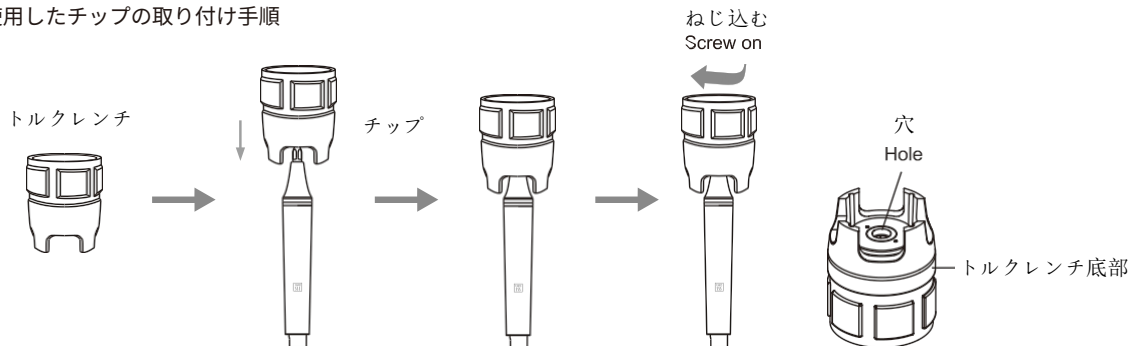

図3
- ・チップをトルクレンチにセットし、図3に示すようにスケーリングチップを取り付けまたは取り外します。
3.1.2 要件に応じてスケーリングチップを選び、レンチでスケーリングチップを固定します（図3を参照）。異なるタイプのチップを使用する場合は、適切な出力を選択してください（「チップの動作出力表」を参照）。